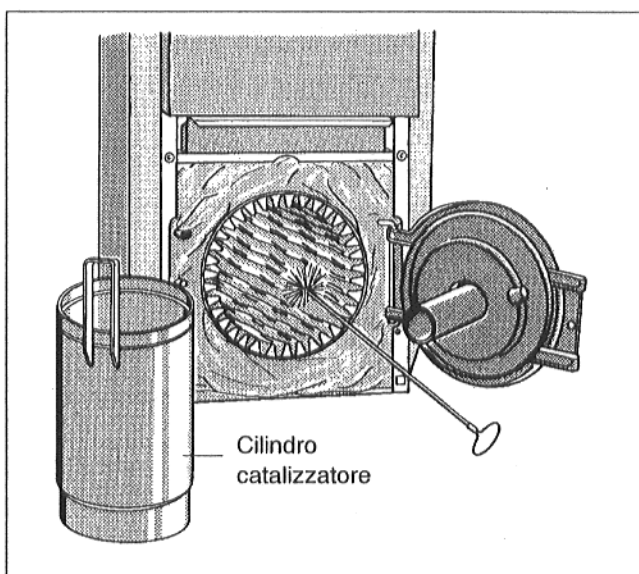

Fig. 34
- Spazzolare le superfici scaldanti orizzontalmente con la spazzola di pulizia, rimuovere i residui di combustione (Fig. 34).
- Rimuovere il cilindro catalizzatore dalla camera di combustione (Fig. 34).